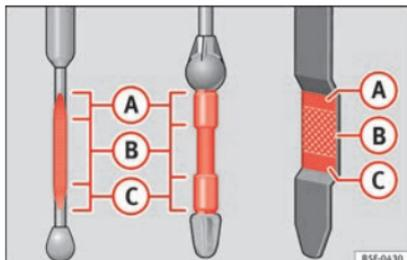

Fig. 147 Varilla de medición del nivel de aceite.
- A continuación, vuelva a extraerla y compruebe el nivel de aceite » **fig. 147**. En caso necesario, reponga aceite del motor.